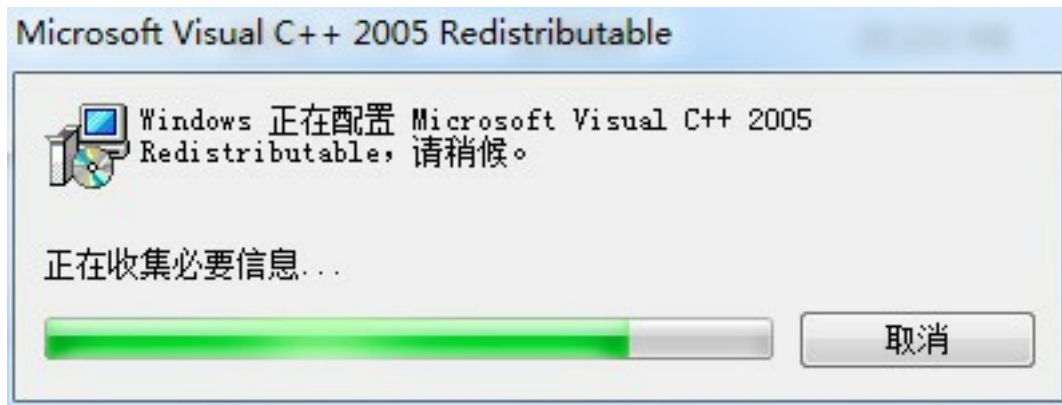

图 44: VC8 实时运行库安装进行中
(2) 接下来 VC8 实时运行库便开始安装, 如 图 44 所示, 完成后, 安装界面将会自动消失。